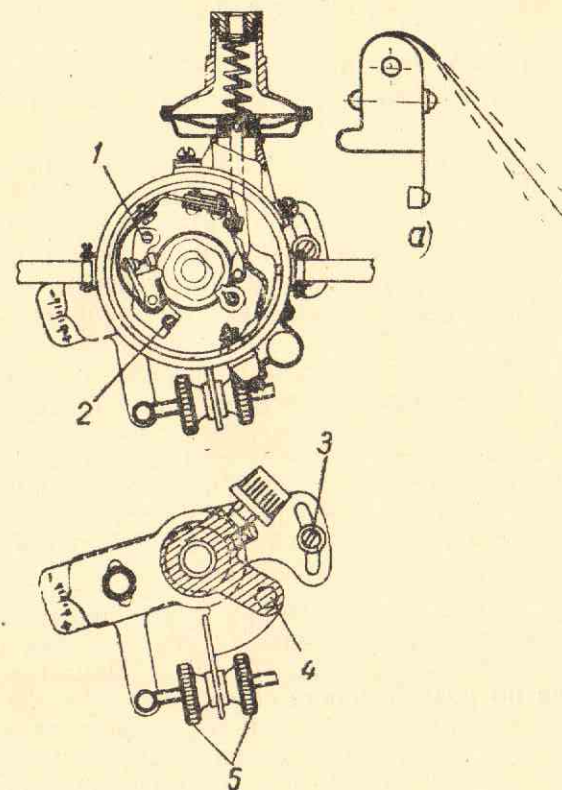

Рис. 19. Распределитель зажигания.
Для изменения зазора следует ослабить винт 1 (рис. 19), крепящий пластину, несущую неподвижный контакт прерывателя, и, вращая винт 2, установить по шупу требуемый зазор. После установки правильного зазора завернуть винт 1 крепления пластины.
8. Гайками 5 (рис. 19) плавной настройки установить шкалу октан-корректора на нулевое деление.
Если замыкания не произошло или произошло вялое замыкание контактов, необходимо устранить заедание в условиях ремонтной мастерской и отрегулировать натяжение пружины прерывателя в пределах 400—600 граммов, сняв рычажок и изгибая в ту или иную сторону, по надобности, пружину (см. рис. 19).